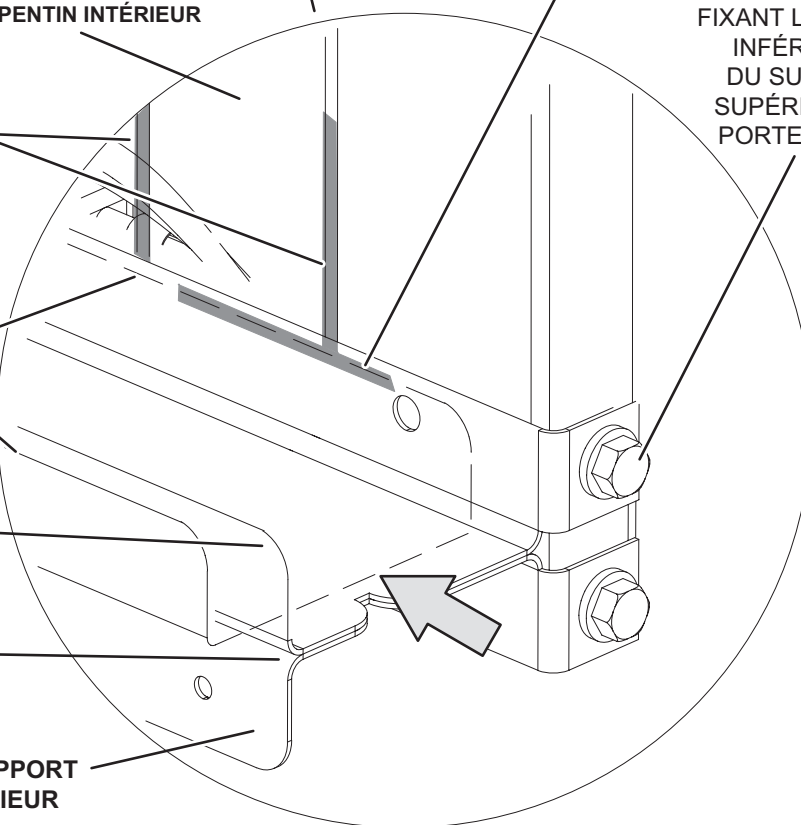

FIGURE 28
L'ionisateur facultatif de type brosse produit des ions positifs et négatifs pour nettoyer l'air et réduire la quantité de contaminants présents dans l'air. L'ionisateur a été conçu pour nécessiter peu d'entretien. L'unité doit être vérifiée deux fois par an pour s'assurer que les brosses sont propres et garantir ainsi un débit maximal. L'ionisateur est situé derrière les filtres. Reportez-vous à la FIGURE 28.
- 1 - Retirez les filtres, les vis fixant le haut et le bas du support de filtre supérieur, ainsi que les serre-fil que les vis maintiennent en place. Reportez-vous à la FIGURE 28.